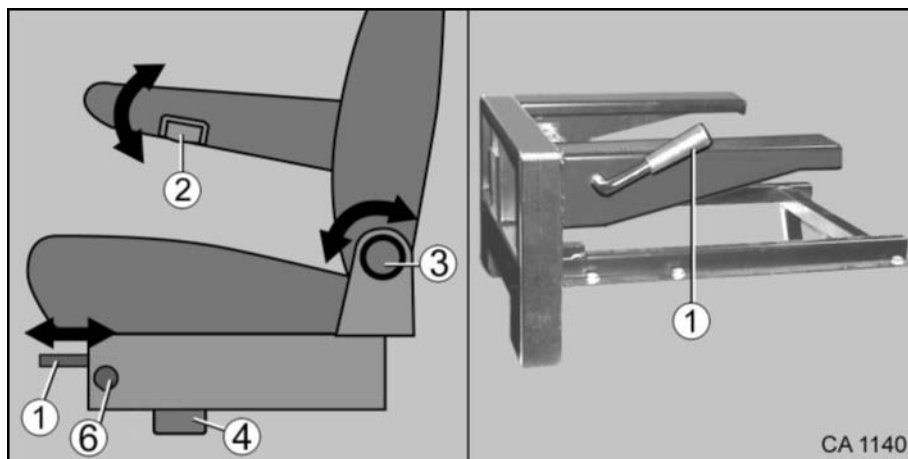

Fig. 34 Réglage du siège avec réglage de la hauteur et de l'inclinaison
1. Tourner la molette (Fig. 32/2, Fig. 33/2, Fig. 34/2) dans le sens anti-horaire. Ainsi, le blocage de l'accoudoir est débloqué.